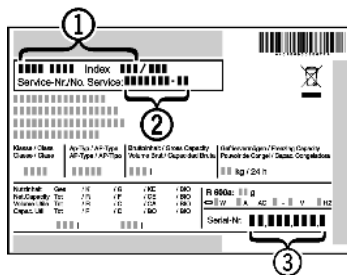

Fig. 11
► Apparaataanduiding Fig. 11 (1), service-nr. Fig. 11 (2) en serie-nr. Fig. 11 (3) van het typeplaatje aflezen. Het typeplaatje bevindt zich aan de linkerkant binnen in het apparaat.
► Contact opnemen met de Technische Dienst en het probleem, apparaataanduiding Fig. 11 (1), service-nr. Fig. 11 (2) en serie-nr. Fig. 11 (3) mededelen.